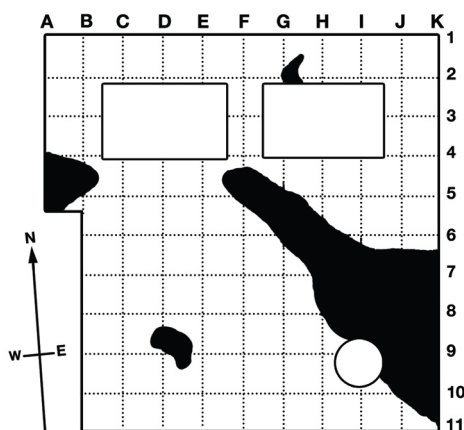

Figure 4. Marcas del sistema de cuadrículas
- Seleccione una cuadrícula de 1,5 m (5 pies) y marque 1, 2, 3, etc. en el perímetro Norte/Sur, y A, B, C, etc. en el perímetro Este/Oeste. Transfiera estas marcas de los sistemas de cuadrícula al croquis del tejado. (Fig 4)
- Proceda moviendo el escáner Dec a lo largo de la línea imaginaria A y marque la ubicación en el papel cuadriculado de croquis y superficie del techo si se desea, cuando se indique la presencia de humedad. N.B En este ensayo de simulación, la posición A4 es el primer punto de contacto con la humedad (Figure 4).